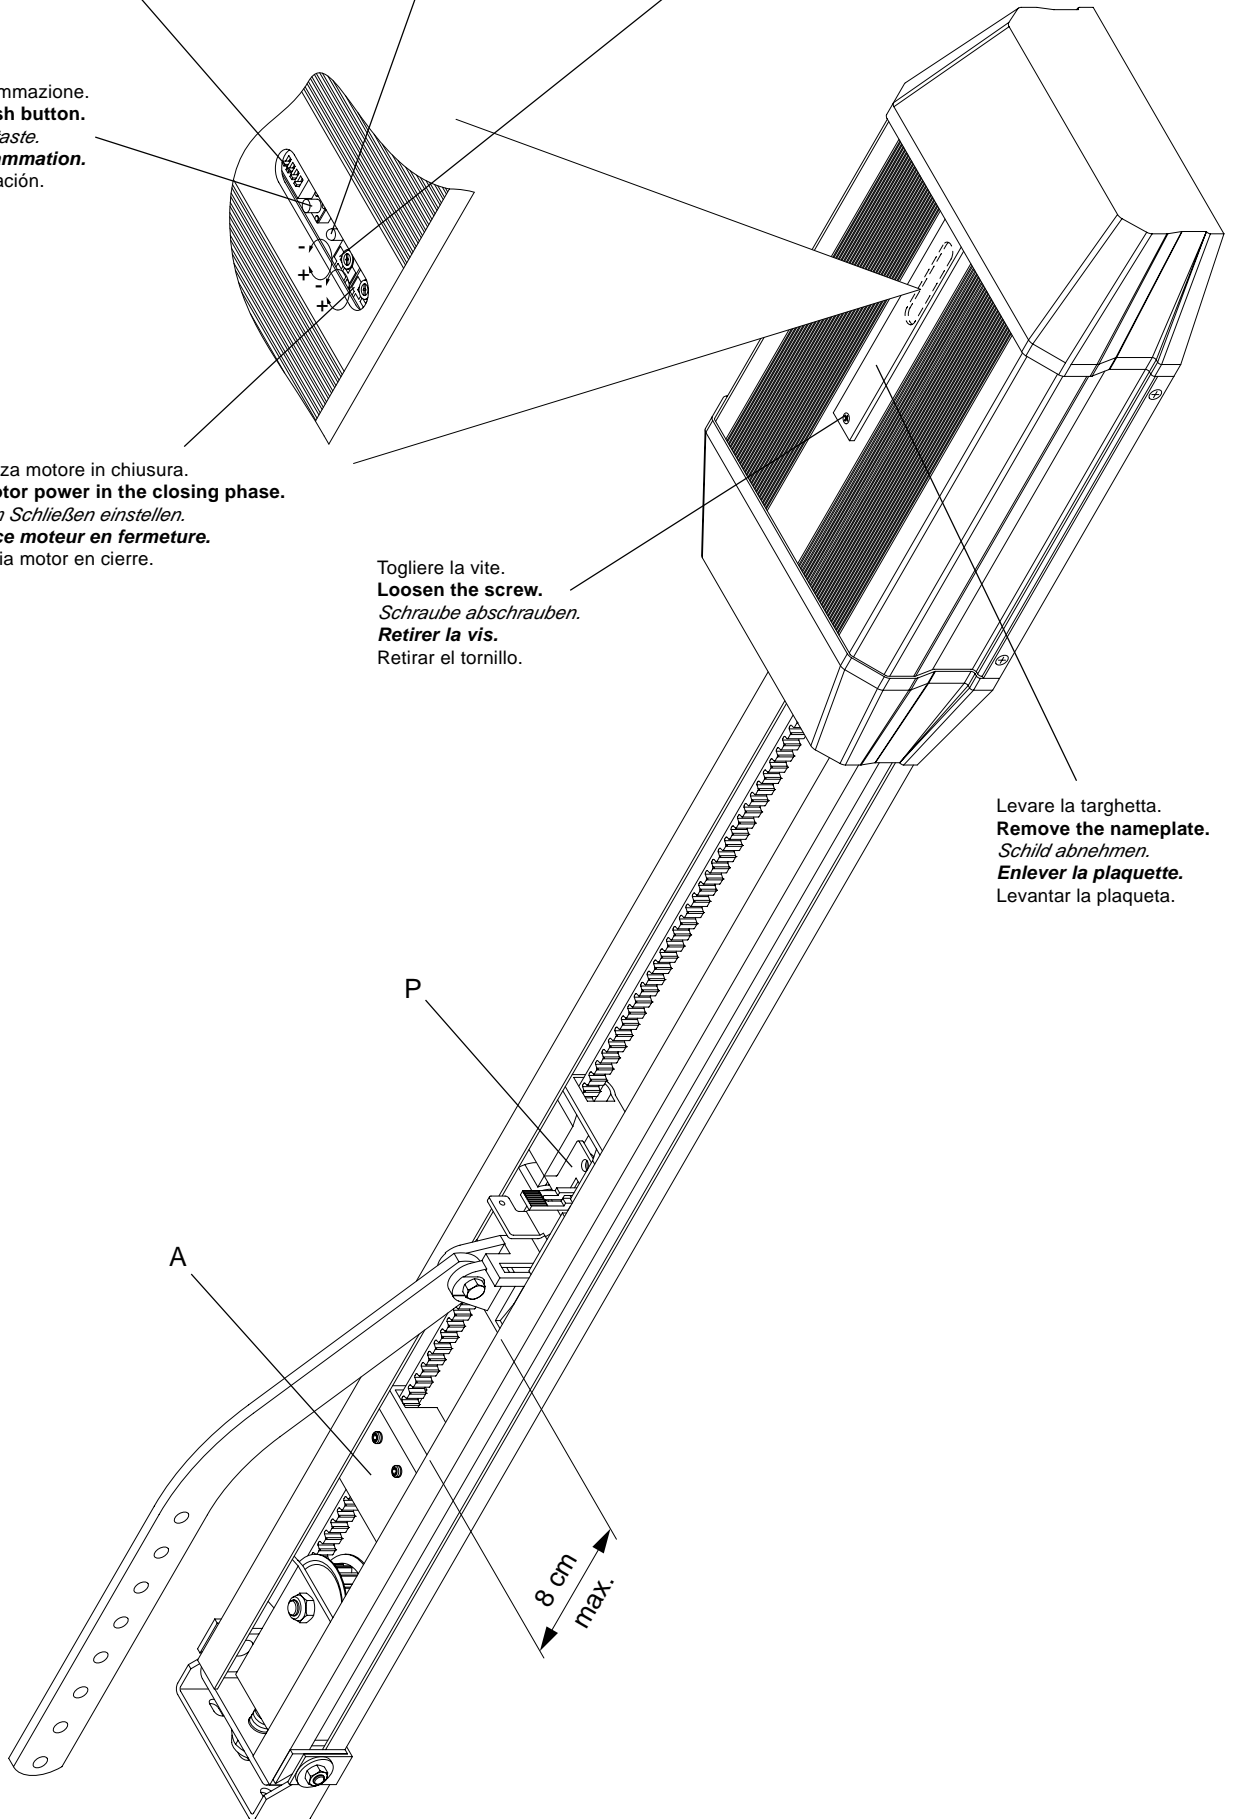
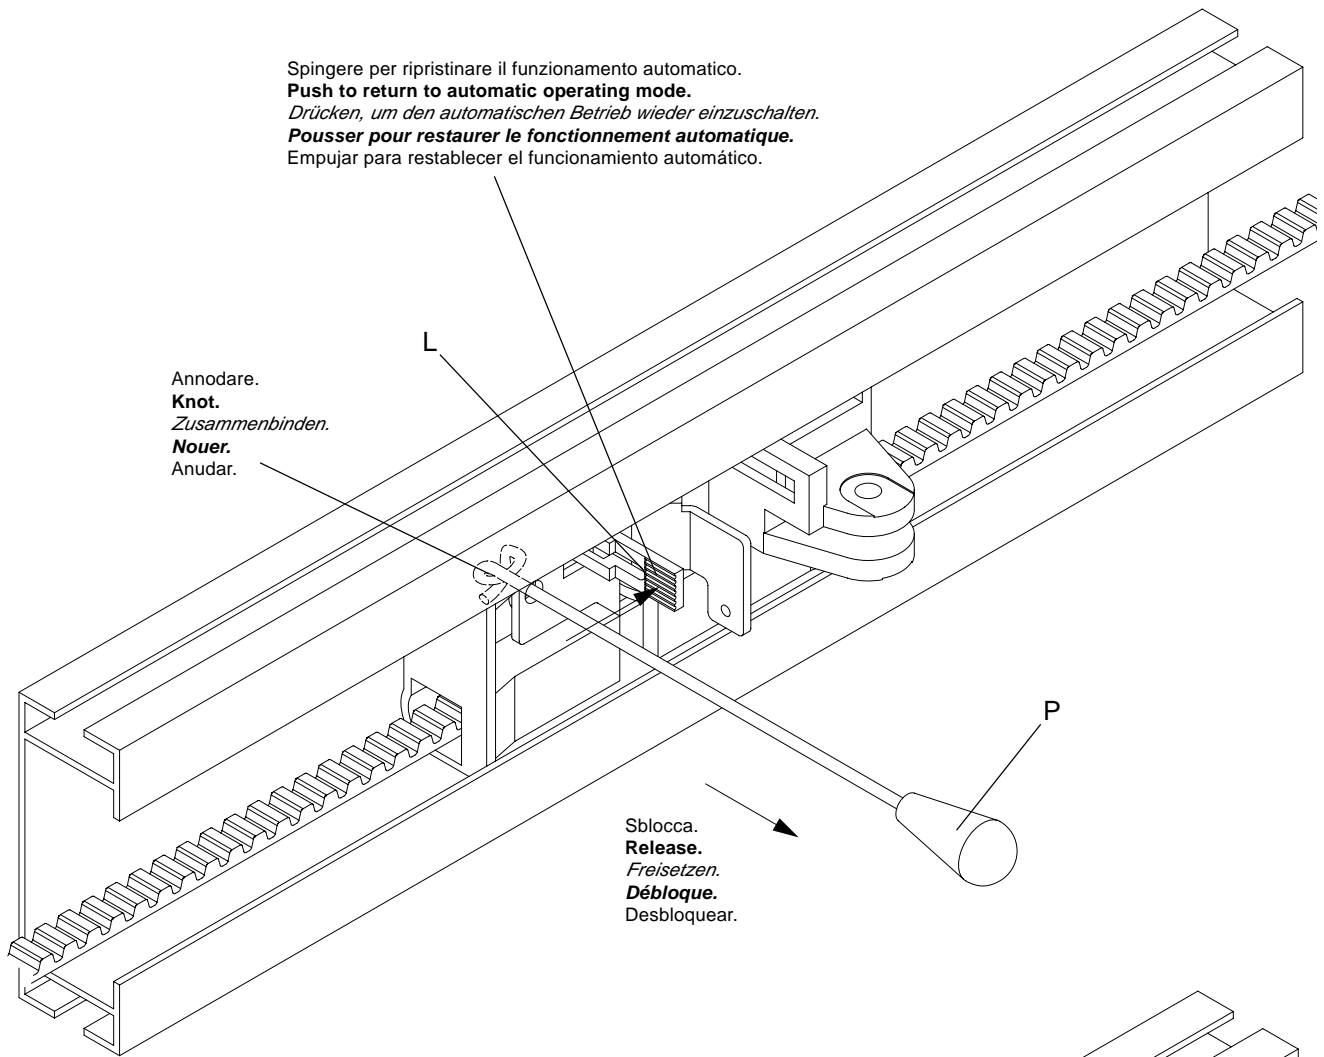

Fig.8
Fig.9
Per accedere alla schedina di programmazione vedi fig.8.
**N.B.:** Una volta effettuata la taratura della corsa, posizionare gli arresti A al massimo a 8 cm dal punto in cui si è fermato il pattino P (fig.8).
To gain access to the programming card, see fig. 8.
**N.B.:** Once the stroke has been adjusted, position the stoppers A to the maximum, at 8 cm from the stopping point of the slide (fig. 8).
*Zum Gebrauch der Programmierkarte siehe Abbildung 8.*
**N.B.:** *Nachdem der Hub geeicht worden ist, die Endanschläge A in einem maximalen Abstand von 8 cm von der Stelle an der der Gleitschuh P anhält, positionieren (Abb. 8).*
*Pour accéder à la carte de programmation voir la fig.8.*
**N.B.:** *Après avoir effectué l'étalonnage de la course, mettre en place les arrêts A au maximum à 8 cm du point où le patin P s'est arrêté (fig.8).*
Para acceder a la tarjeta de programación ver fig.8.
**N.B.:** Una vez efectuado el ajuste de la carrera, colocar los topes A como máximo a 8cm del punto en el cual se ha parado el patín P (fig.8).
Per sbloccare l'automazione e procedere alla manovra manuale è sufficiente tirare il pomello P (fig.9) verso il basso. Per tornare poi al funzionamento automatico spingere la levetta L (fig.8) verso la porta e dare un impulso di apertura o chiusura all'automazione che si ripristinerà.
**To release the automatic system and proceed to the manual operation, it is sufficient to pull the knob P (fig. 9) downwards. To switch to the automatic mode again, push the level L (fig. 8) towards the door and give an impulse control for the opening and closing of the system.**
*Um die automatische Vorrichtung freizusetzen und sie manuell betätigen zu können, genügt es den Kugelgriff P (Abb. 9) nach unten zu ziehen. Um auf die automatische Bedienung zurückzuschalten, den Hebel L zur Tür drücken (Abb. 8) und den Steuerbefehl zum Öffnen oder Schließen der automatischen Vorrichtung geben, die somit auf automatisch zurückschaltet.*
**Pour déverrouiller l'automatisme et effectuer la manœuvre manuelle il suffit de tirer le pommeau B (fig.9) vers le bas. Pour retourner au fonctionnement automatique pousser le levier L (fig.8) vers la porte et donner une impulsion d'ouverture ou de fermeture à l'automatisme qui se restaurera.**
Para desbloquear la automatización y proceder a la maniobra manual basta tirar de la empuñadura P (fig.9) hacia abajo. Para volver seguidamente al funcionamiento automático, empujar la palanquita L (fig.8) hacia la puerta y dar un impulso de apertura o cierre al automatismo el cual se restaurará.